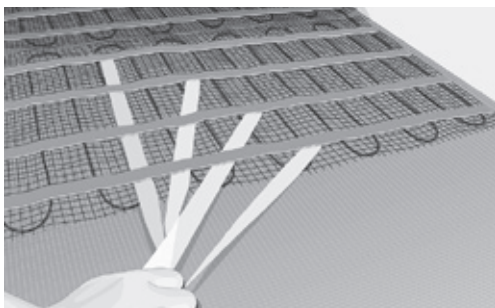

Bild 8. Ta bort baksidan av tejen och fixera mattan
12. När mattan/mattorna är placerade i enlighet med din ritning och väl anpassade till golvytan, fäst mattan i golvet genom att ta bort skyddet från den dubbelsidiga tejen och tryck lätt ner tejen. Fortsätt proceduren tills hela mattan har fixerats (bild 8).